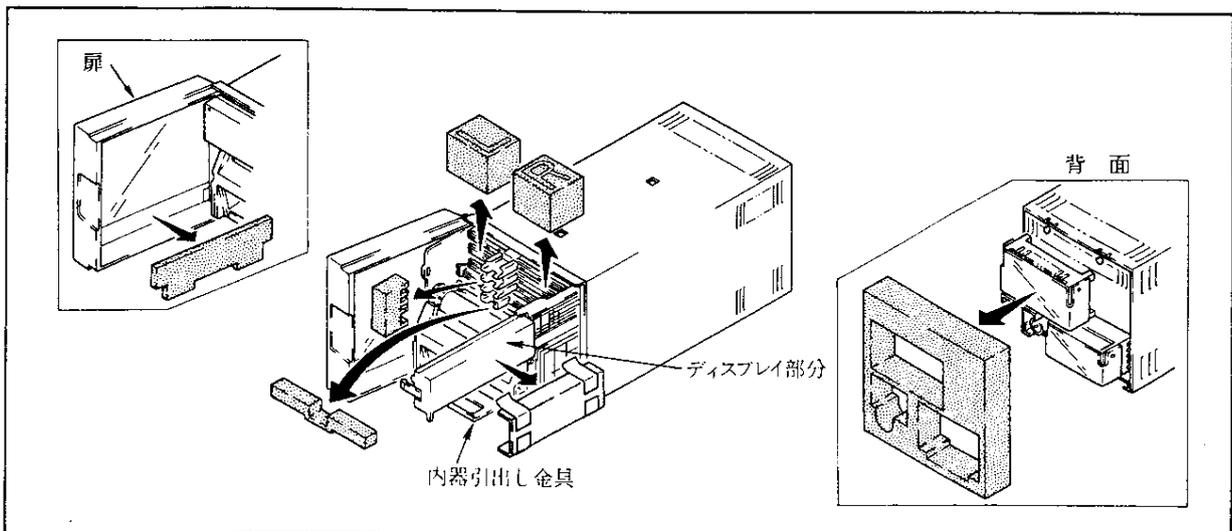

図 1.3
② 内器を引き出し、ディスプレイ部分を開き、保護材を全て取り除いてください（図 1.3 参照）。